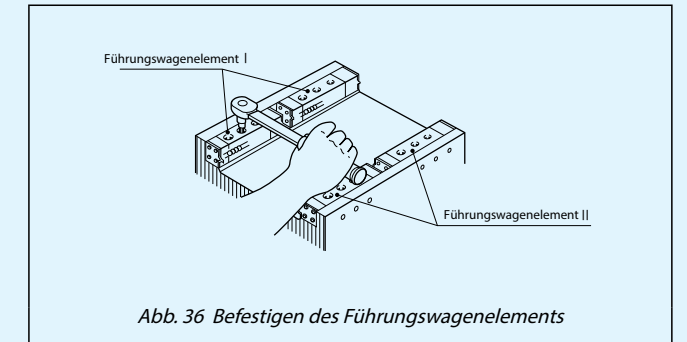

Abb. 36 Befestigen des Führungswagenelements
- Die Bezugsmontageflächen des Führungswagenelements I und des Tisches werden korrekt ausgerichtet und dann mit Befestigungsschrauben befestigt. Danach wird das Führungswagenelement II provisorisch befestigt (siehe Abb. 36).